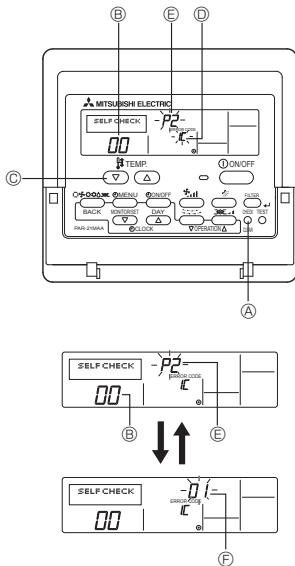

Fig. 7-2
7.3. Самодиагностика (Fig. 7-2)
① Включите питание.
② Дважды нажмите кнопку [CHECK].
③ С помощью кнопки [TEMP.] установите адрес системы охлаждения (если используется системный пульт управления).
④ Нажмите кнопку [ON/OFF] для прекращения самопроверки.